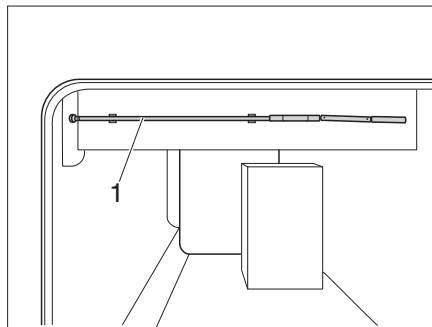

Fig. 150 Manovella di regolazione in altezza
- Togliere la manovella (Fig. 150,1) dal supporto.